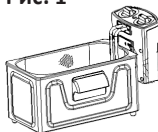

Рис. 2
2. Установите контрольный модуль, двигая его по направлению (рис. 2).